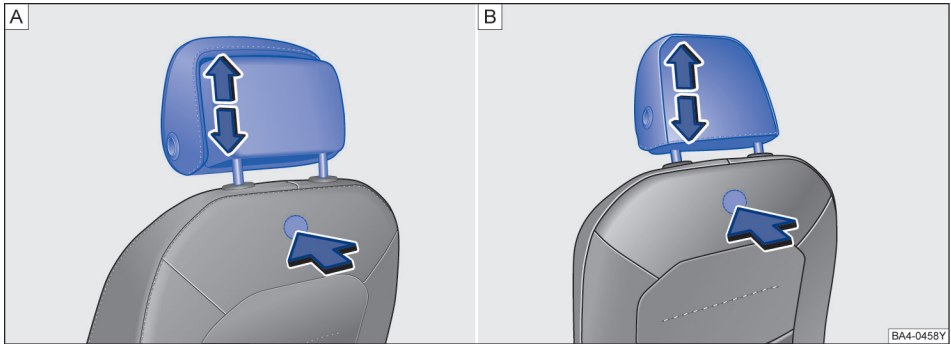

图 77 拆卸和安装前排头枕
- 按压座椅背部隐藏于座椅套内的按钮 → 图 77，将头枕完全拔出。